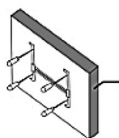

Fig. 2
2. Praticare quattro fori nella parete, analoghi ai fori sul montante verticale del telaio. Inserire i tasselli in dotazione nei fori della parete e, con l'aiuto di un cacciavite, avvitare con le viti in dotazione il telaio nei tasselli o nella parete. (Fig. 2)
- A) Premere "+" nell'angolo in alto a destra come mostrato in **Fig. 2**.